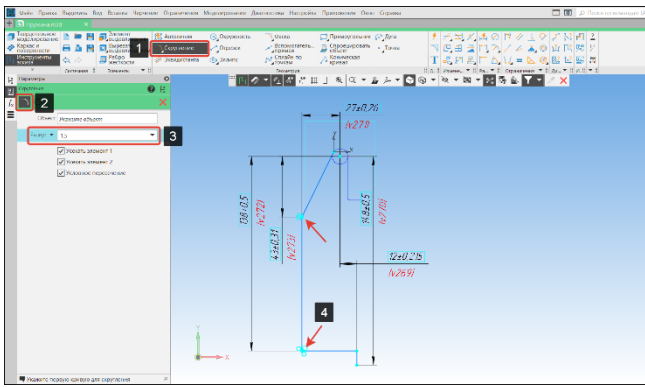

Рисунок 183 – Команда скругления
- Для плавности траектории добавим на углах (4) скругления. На панели геометрия выберем команду скругления (1) подоперация скругление (2). В окне радиус (3) зададим числовое значение скругления: 1,5 мм. (Рисунок 183);